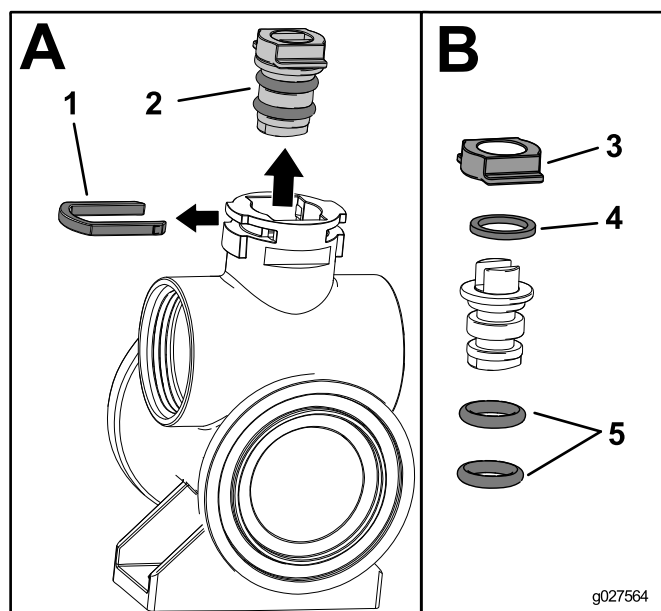

Figura 3
13. Rimuovete il fermo di cattura dello stelo (Riquadro A; Figura 3).
14. Rimuovete il gruppo dello stelo della valvola dal corpo della valvola (Riquadro A; Figura 3).
15. Rimuovete il fermo dello stelo, la rondella di spinta e i 2 O-ring dello stelo della valvola dallo stelo della valvola (Riquadro B; Figura 3).